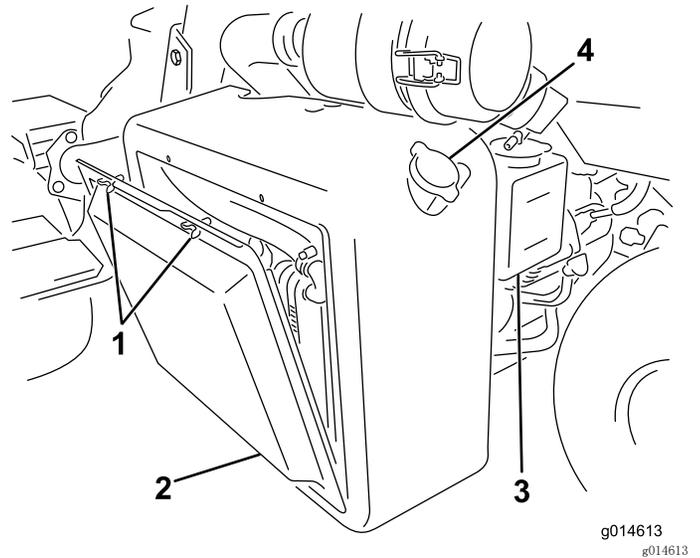
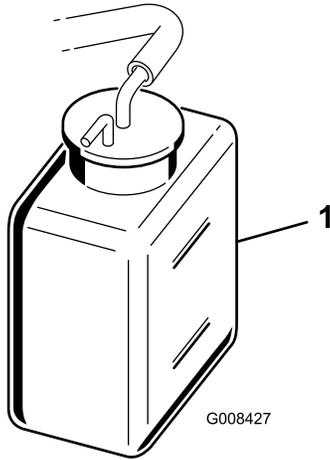

图 46
图 47
1. 拆下散热器吸风滤网（图 46）。
2. 检查冷却液液位（图 46和图 47）。